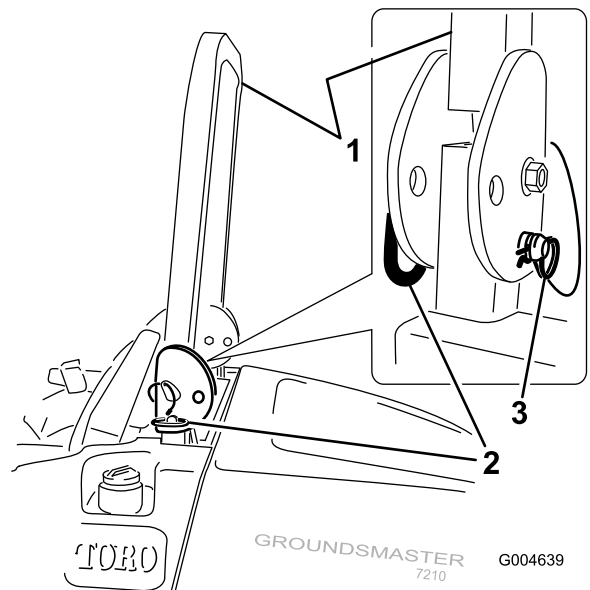

図 11
1. ROPSを下げるには、バーを前方に押し固定ピンに掛かっている力をゆるめた状態で、左右の固定ピンを抜き取る(図11)。
3. ピンとヘアピン・コッターで固定する(図11)。
4. ROPSを立てるには、機体の左右でヘアピン・コッターを抜き、ピンを外す(図11)。
5. ROPSをまっすぐに立ててピンで固定し、ヘアピン・コッターでロックする(図11)。